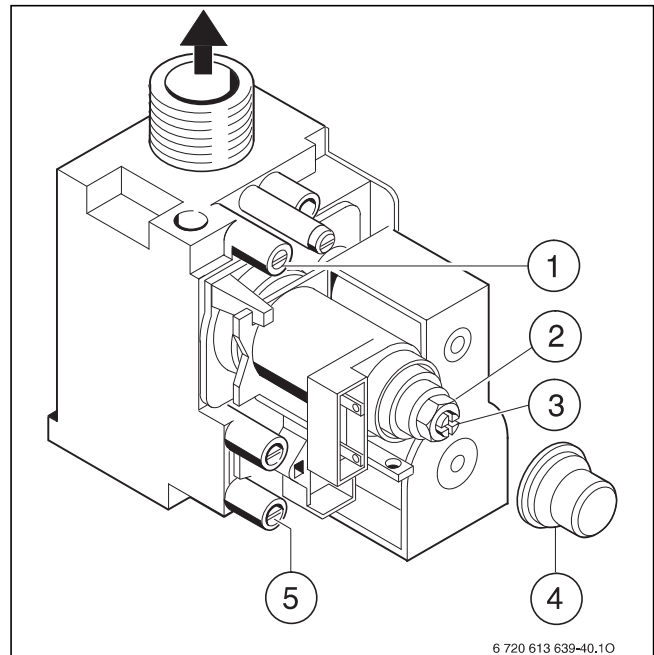

Bild 46 Gasarmatur
- ▶ Dichtschrabe am Mess-Stutzen für Düsendruck (→ Bild 46, [1]) lösen und U-Rohrmanometer anschließen.
- ▶ Abdeckung (→ Bild 46, [4]) entfernen.
- ▶ Für „max“ angegebenen Düsendruck (mbar) aus Tabelle Seite 53 entnehmen. Düsendruck über Einstellschraube max. Gasmenge (→ Bild 46, [2]) einstellen. Rechtsdrehung mehr Gas, Linksdrehung weniger Gas.
- ▶ Für „min“ angegebenen Düsendruck (mbar) aus Tabelle Seite 53 entnehmen. Düsendruck über Einstellschraube min. Gasmenge (→ Bild 46, [3]) einstellen.
- ▶ Dichtschrabe am Mess-Stutzen für Gas-Anschlussfließdruck (→ Bild 46, [5]) lösen und Druckmessgerät anschließen.
- ▶ Für „max“ angegebene Gasdurchflussmenge aus Tabelle Seite 53 entnehmen. Gasdurchflussmenge über Gaszähler an Einstellschraube max. Gasmenge (→ Bild 46, [2]) einstellen. Rechtsdrehung mehr Gas, Linksdrehung weniger Gas.
- ▶ Für „min“ angegebene Gasdurchflussmenge aus Tabelle Seite 53 entnehmen. Gasdurchflussmenge über Gaszähler an Einstellschraube min. Gasmenge (→ Bild 46, [3]) einstellen.